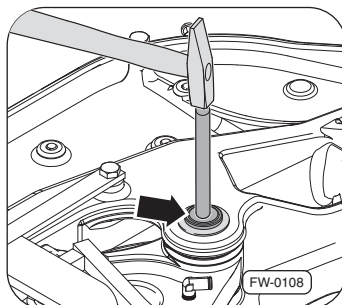
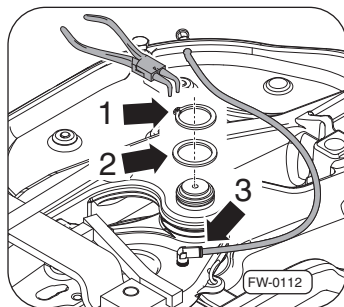

Fig. 32 · Déposer le boulon
Fig. 35 · Fixer le boulon
6. Déposer le boulon ⇒Fig. 32, –flèche– de la pièce de verrouillage avec un poinçon ⇒Page 36.
4. Installer le boulon ⇒Fig. 32 et le bloquer avec le disque de support ⇒Fig. 35, –pos. 2– et la bague d'arrêt –pos. 1–.